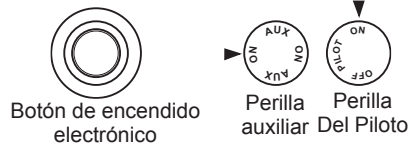

Figura 17. Perilla del piloto en la posición de encendido
- Presione la perilla de control y gírela en sentido contrario al de las manecillas del reloj  hasta la posición de PILOT (PILOTO). Mantenga la perilla de control presionada durante cinco (5) segundos (consulte la figura 17).